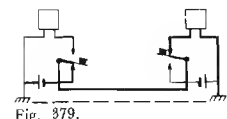

Fig. 379.
I particolari rinforzati nelle figure 379 e 380 indicano il circuito che si chiude quando si abbassa il tasto della stazione I o rispettivamente della stazione II. In ogni stazione la batteria deve essere collegata al contatto (5) con lo stesso polo, altrimenti le due batterie vengono chiuse in corto circuito attraverso i conduttori, quando avvenga che si abbassino contemporaneamente i tasti di entrambe le stazioni.